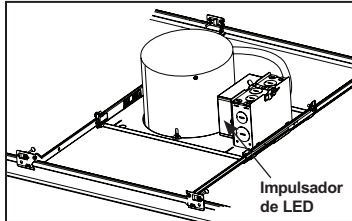
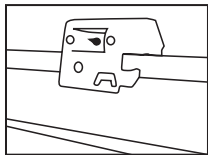

Figura 6
Figura 7
Paso 3. Ponga el accesorio en su posición y presione la barra colgante con la muesca para Barras-T integrada en las Barras-T (Figura 6). Se proporcionan agujeros adicionales para asegurar con alambre o con tornillos (Figura 7).